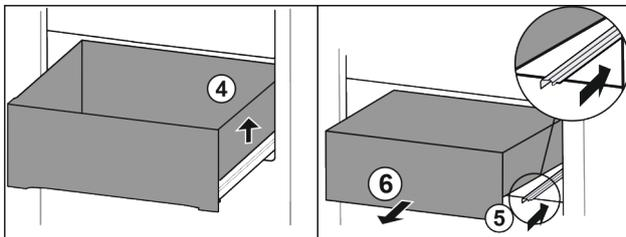

Fig. 63
- Sollevare il cassetto a destra. Fig. 63 (4)
- Inserire la guida destra. Fig. 63 (5)
- Rimuovere il cassetto tirandolo in avanti. Fig. 63 (6)